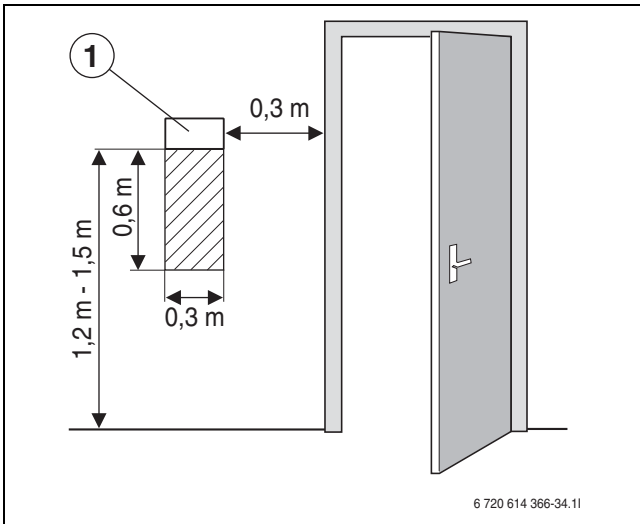

Рис. 30 Рекомендуемое место установки датчика комнатной температуры T5
- Для беспрепятственной циркуляции воздуха под датчиком комнатной температуры T5, оставьте свободной заштрихованную поверхность (→ рис. 30).